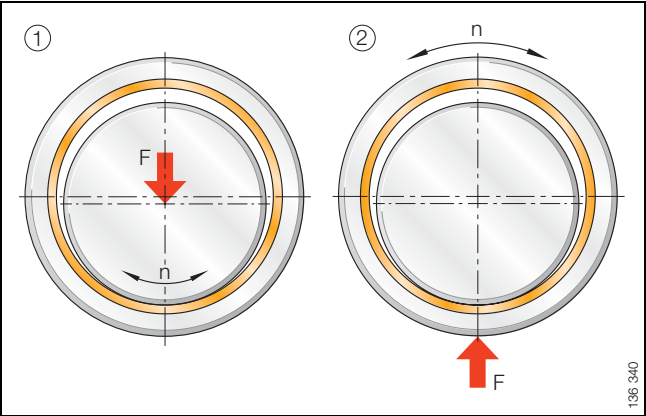

Figura 3 · Factor de corrección: caso de carga f_A
Factor de corrección: caso de carga, figura 3, página 14
- Factor de corrección: caso de carga f_A , figura 3